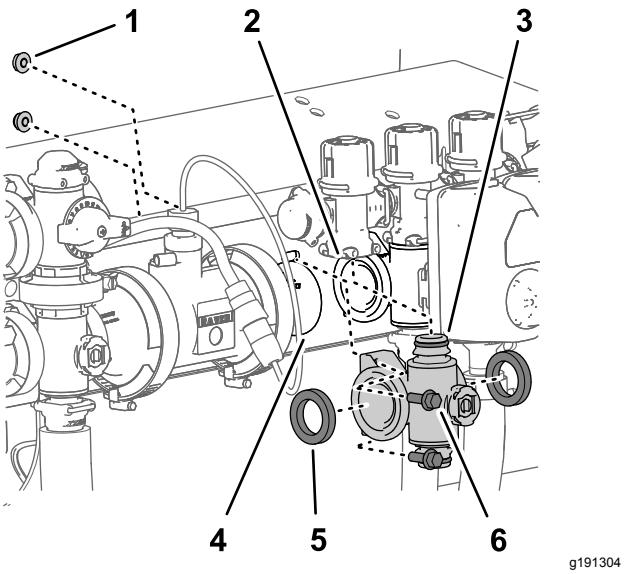

Figure 114
4. Pour les collecteurs de vannes de section gauche et droit, retirez les 2 boulons à embase ($\frac{1}{4}$ x $\frac{3}{4}$ po) et les 2 contre-écrous à embase ($\frac{1}{4}$ po) qui fixent le collecteur de vanne de section au support de vannes (Figure 114).
5. Baissez le collecteur de vanne de section et les joints pour les séparer de la vanne de dérivation de section et déposez-les de la machine (Figure 114).